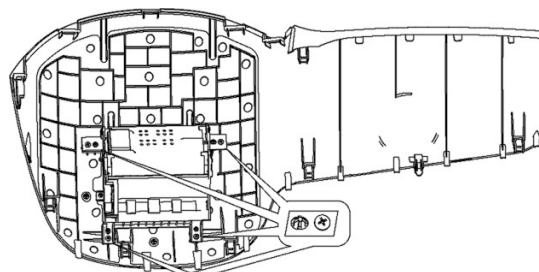

图 1.7.2 夜视系统结构示意图
- (2) 将夜视系统安装至组合仪表罩外板相应位置（详见图 1.7.2）；
- (3) 产品沿水平方向靠近仪表板上本体，接上线束接插件；
- (4) 将产品各卡脚对准仪表板上本体安装孔，轻拍各装配处至装配牢靠，外观配合完好。